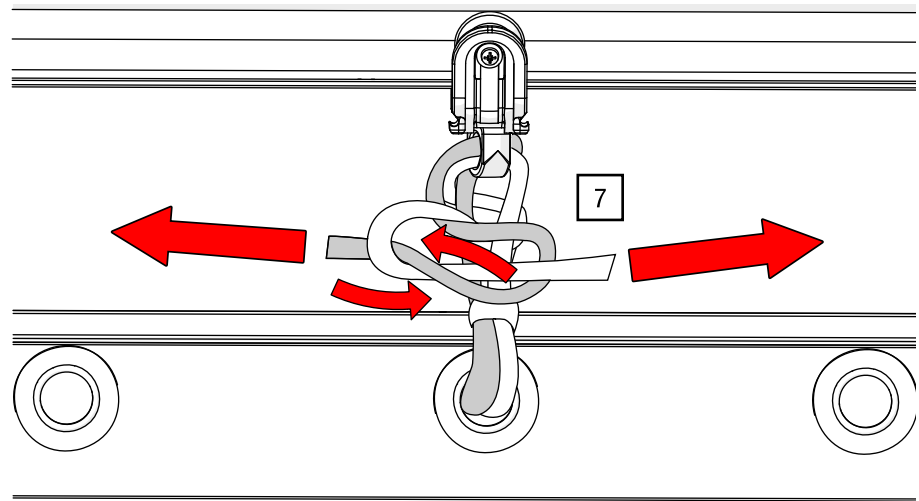

Abb. 62: Bindeband – zweimalig verknotet
7. Knoten Sie einen zweiten Knoten über den ersten und ziehen Sie diesen an (siehe Abb. 62).